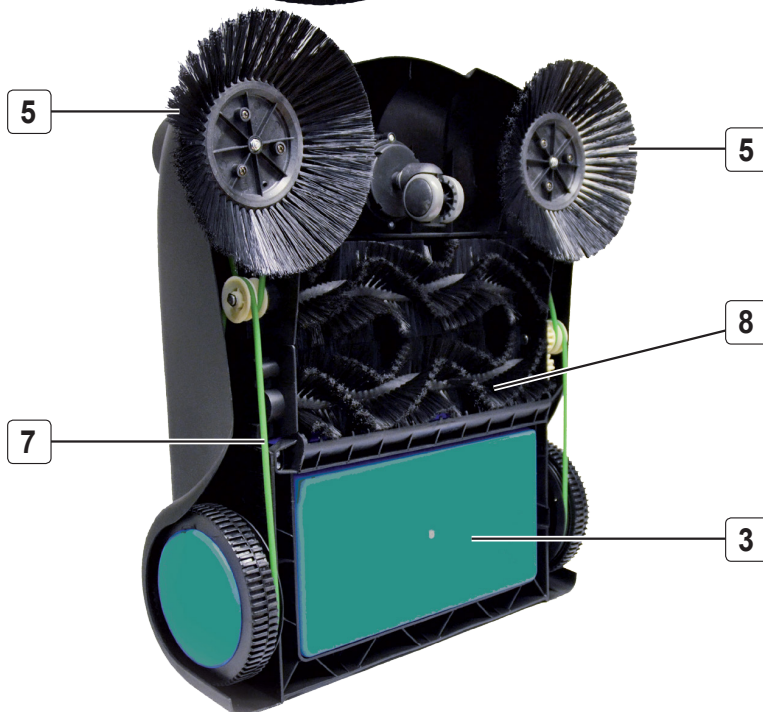

FIG.2
- Demontarea rezervorului (3) de unde se vor scoate periile rotunde (5);
- Clemele metalice stânga/dreapta se vor monta (Fig.2) cu ajutorul suruburilor (C);
- Cu șuruburile (D) și a piulițelor (F) se va monta și regula mânerul împingător (1);
- Cu șurubul (4) reglați înălțimea față de sol până ce periile sunt în contact cu suprafața.